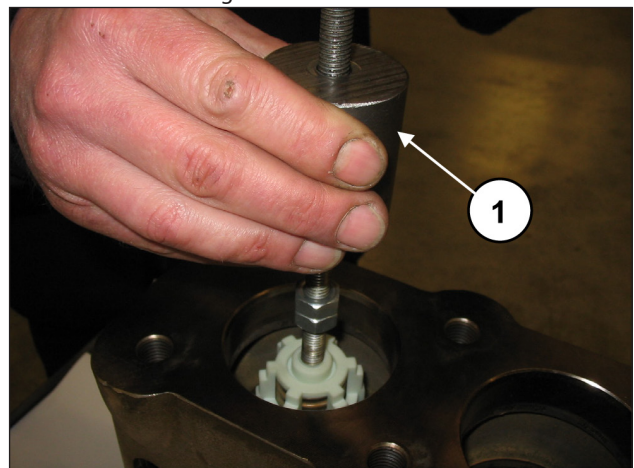

Abb. 110
Entfernen Sie die Druckventilgruppe mithilfe eines Abziehers mit Schlagwerk (Art. 27516400) an der Bohrung M10 der Ventilfehrung (Pos. ①, Abb. 110) oder, zusätzlich, eines eventuellen Adapters M10-M16 (Art. 25089700) am Gewinde M16 der Ventilfehrung.